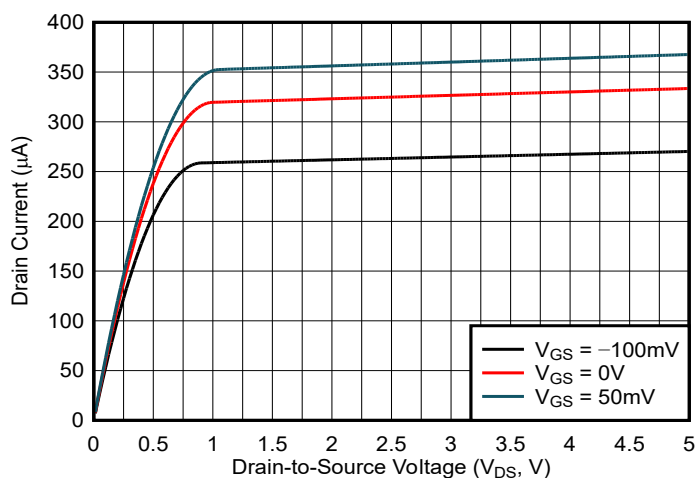

图 6-1. V_{DS} 与 I_{DS} 间的关系
- $V_{GS} = 0V$ 时：根据 V_{DS} 的不同，可以存在两种运行模式。当 V_{DS} 小于线性（饱和）区域阈值时（请参阅图 6-1），该器件在线性区域中运行，这意味着该器件充当漏极与源极之间的电阻器， V_{GS} 的任何变化对该器件的影响最小。当 V_{DS} 大于线性（饱和）区域阈值时， I_{DS} 很大程度上取决于 V_{GS} ，其中的关系由跨导参数 g_m 描述。